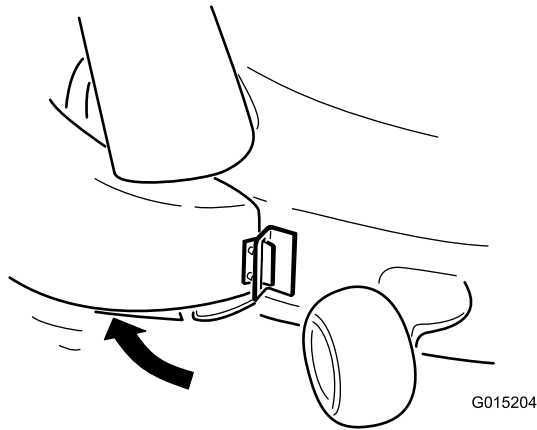
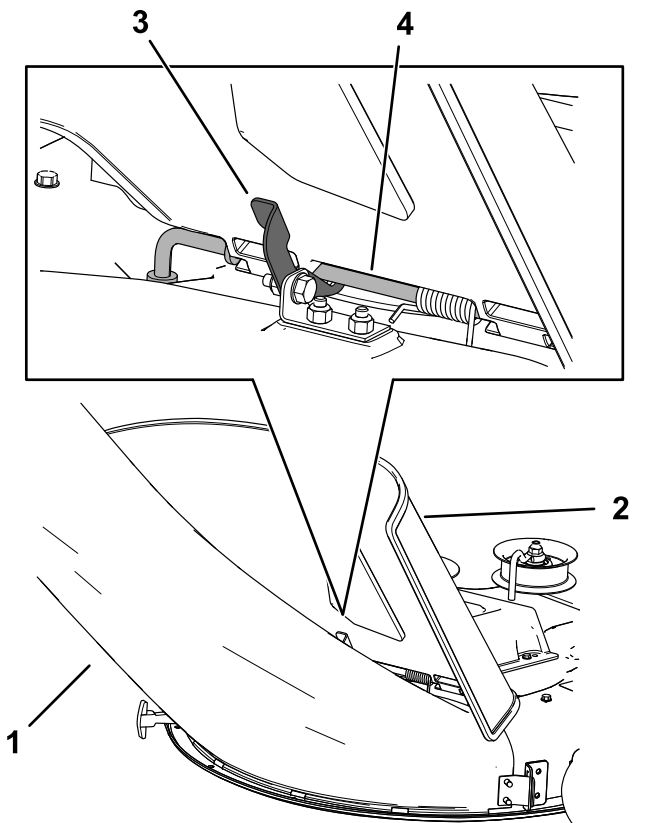

Figura 15
Figura 16
4. Sulla parte superiore del camino di scarico, agganciate il fermo a uncino all'asta di rotazione del gruppo deflettore (Figura 15 e Figura 16).